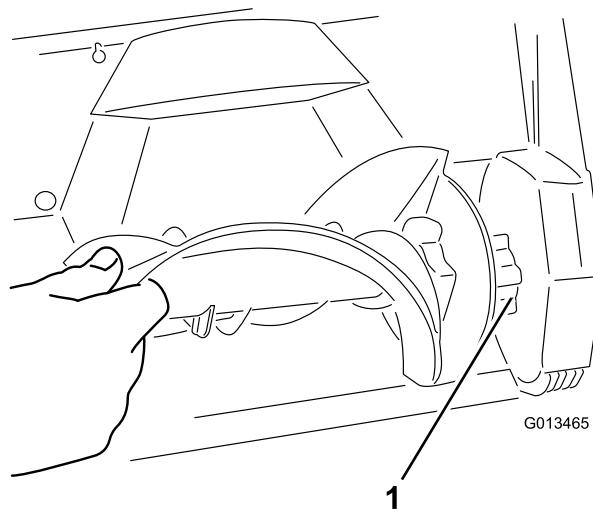

Bild 17
4. Bauen Sie den neuen Rotor ein. Setzen Sie das Ende des Rotors auf das befestigte Ende im Gehäuse und drehen Sie den Rotor, bis er einrastet (**Bild 17**).